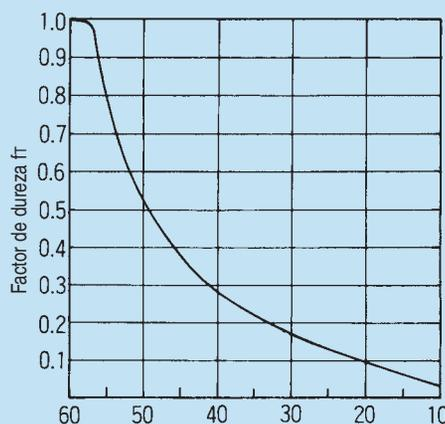

Fig. 2 Factor de dureza f_H
- C :Valor básico dinámico (N),
- P :Carga (N)
- f_H :Factor de dureza (Fig. 2, página 5.)